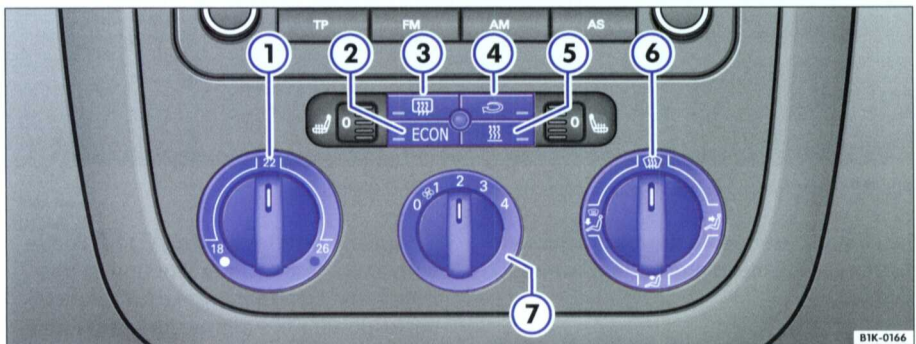

Fig. 86 Dans la console centrale : éléments de commande du Climatic
- Tournez le régulateur de température ⇒ fig. 86 ① pour régler la température
– Appuyez sur la touche ⇒ page 90, fig. 86 pour désactiver le mode ECON et, par conséquent, activer le système de réfrigération. Le témoin intégré à la touche ne doit *pas* s'allumer.